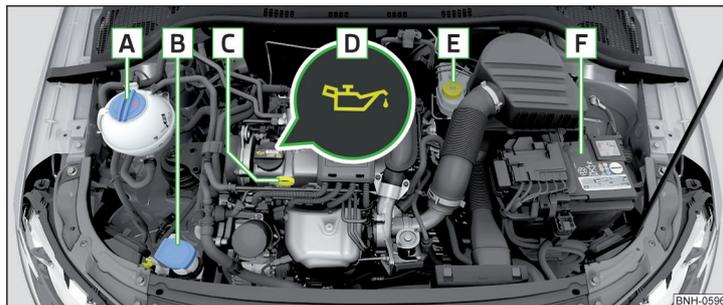

Abb. 152 Anordnungsbeispiel im Motorraum
- › Den Deckel der Motoröleinfüllöffnung **D** abschrauben » Abb. 152 auf Seite 134.